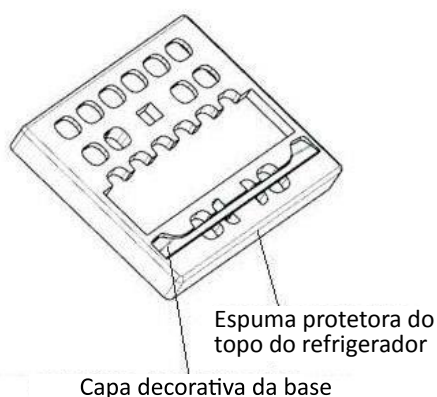

Figura 1
- Retire o puxador de seu receptáculo na espuma protetora no topo do refrigerador conforme mostrado na figura 1 e instale-o conforme a figura 3, certificando-se que a superfície de fixação do puxador esteja perfeitamente nivelada com a superfície da porta ou gavetas do produto.